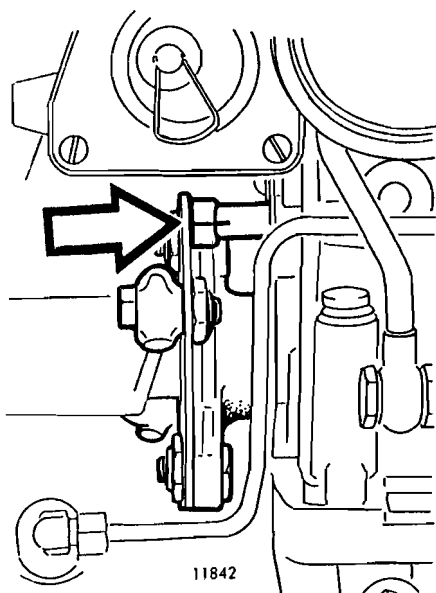

Fig. 218
- 8 Asegurarse de que coinciden las marcas que se ven en la fig. 218 y que no hay alteraciones en el acoplamiento de la bomba*. Apretar los tornillos con 30 Nm.